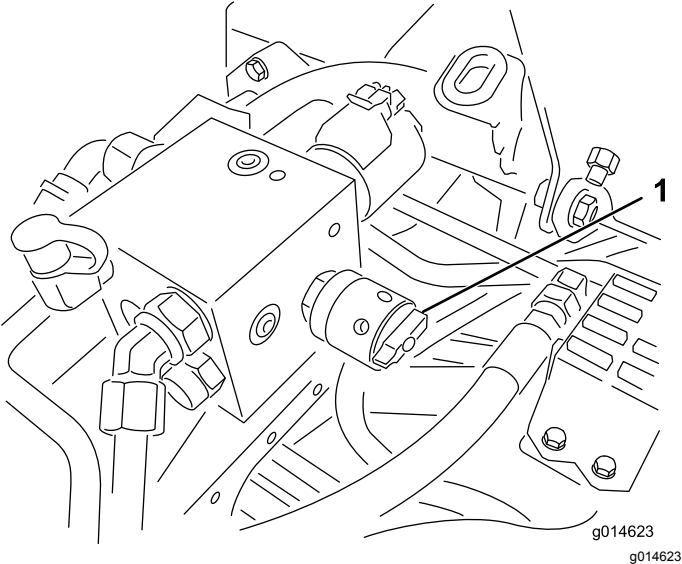

Figura 35
- 4. Para establecer la velocidad de los molinetes, gire el pomo (Figura 35) hasta que las flechas apunten al número que indique el ajuste deseado.